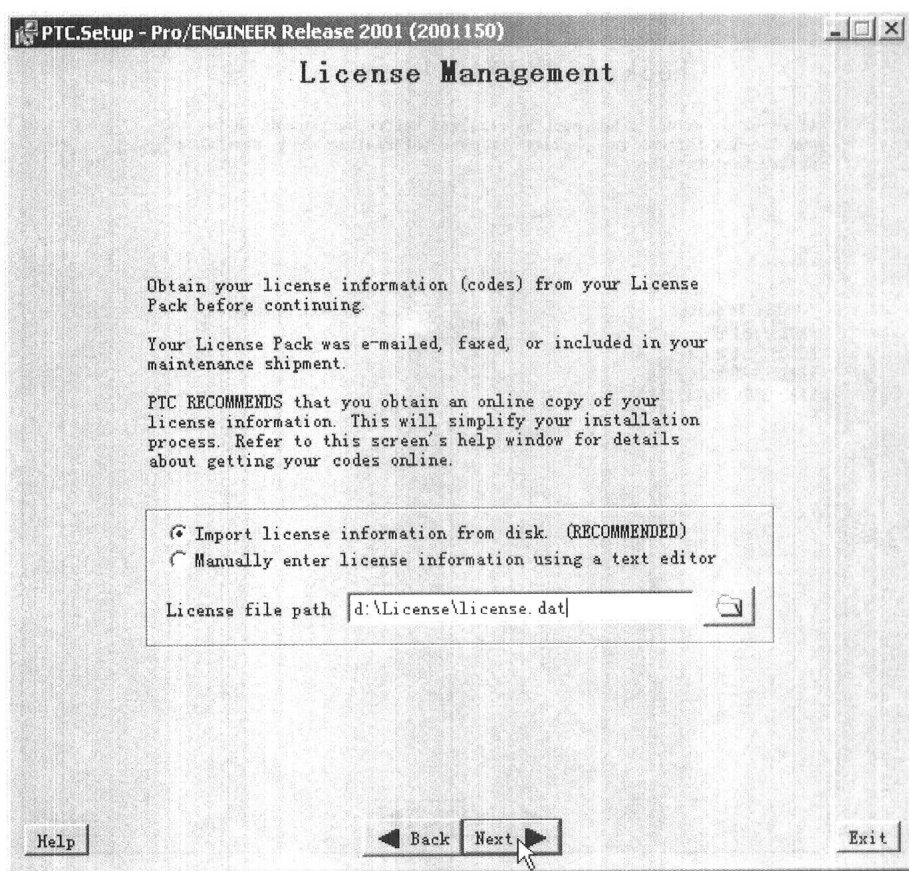

图 1-16 选择许可证文件路径
(4) 在“License file path”(许可证文件路径)字段中单击【浏览】按钮,找出先前放置的授权文件,例如: d:\License\license.dat (如图 1-16 所示),然后单击【Next】按钮。